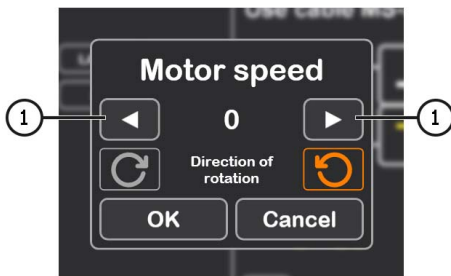

图26.
4.1. 启用检测模式后，将打开交流发电机预检窗口，见图 26。
4.2. 使用交流发电机驱动控制按钮（见图 26 中位置 1），将交流发电机皮带轮转速设置在 100 至 150 rpm 范围内。
4. 在启用检测模式前，将打开交流发电机预检窗口（见图 26）。
4.1. 使用交流发电机驱动控制按钮（见图 26 中位置 1），将交流发电机皮带轮转速设置在 100–150 rpm 范围内。
5.按下 “**Automatic test**” 按钮后，将打开交流发电机预检窗口（见图 26）。
5.1. 使用交流发电机驱动控制按钮（见图 26 中位置 1），将交流发电机皮带轮转速设置在 100–150 rpm 范围内。
5. 按下 “Manual test” 按钮，将打开交流发电机预检窗口（见图 26）。
6.1. 使用交流发电机驱动控制按钮（见图 26 中位置 1），将交流发电机皮带轮转速设置在 100–150 rpm 范围内。